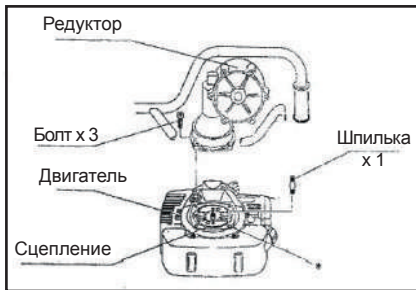

Рис.1
1) Подготовка к работе (Рис.1):